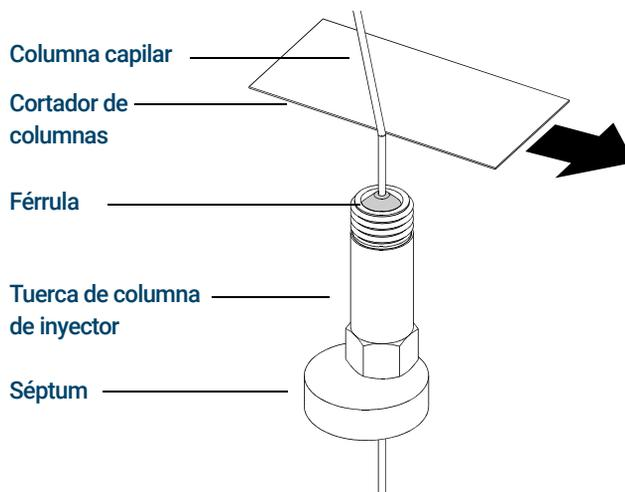

Figura 18. Preparación de una columna capilar para su instalación (en la imagen se muestra una tuerca de columna estándar para inyector)
- 2 Póngase unos guantes limpios e inserte un séptum, una tuerca de columna y una férrula acondicionada en el extremo libre de la columna. En la **Figura 18** se muestra una tuerca de columna estándar para inyector; no obstante, la tuerca está colocada de forma similar a una tuerca de columna de autoapriete. El extremo cónico de la férrula debe quedar orientado en sentido opuesto a la tuerca de la columna para realizar la conexión de la columna a un inyector.